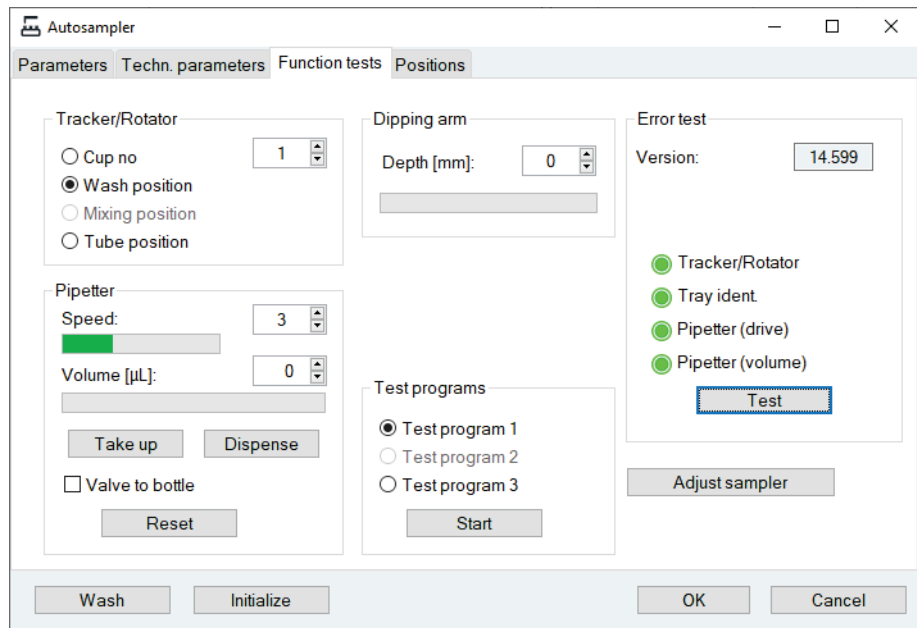

Fig. 67 Ventana AUTOSAMPLER, pestaña FUNCTION TESTS
3. Abra en ASpect LS la ventana AUTOSAMPLER por medio del botón . Cambiar a la pestaña FUNCTION TESTS (Fig. 67 pág. 109).